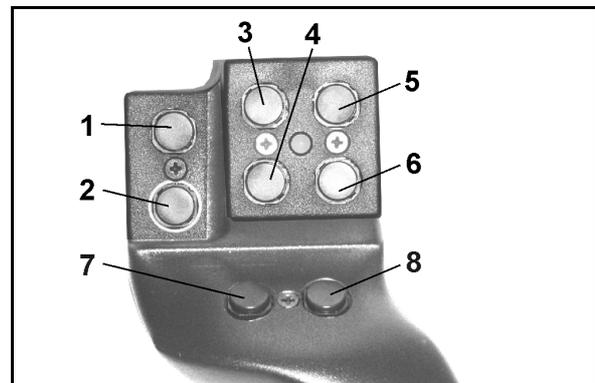
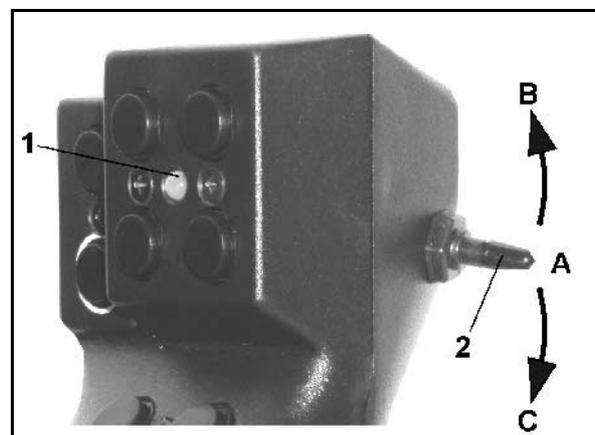

Fig. 55
Fig. 56
Pour commander l'**AMATRON+** la poignée multifonctions (Fig. 55) dispose de 8 touches (1 - 8). En outre, le commutateur (Fig. 56/2) permet de changer 3 fois la fonction des touches..
-  la position centrale (Fig. 56/A) et peut être déplacé vers
-  le haut (Fig. 56/B) ou
-  le bas (Fig. 56/C).
La position du commutateur est affichée par une diode lumineuse (Fig. 56/1).